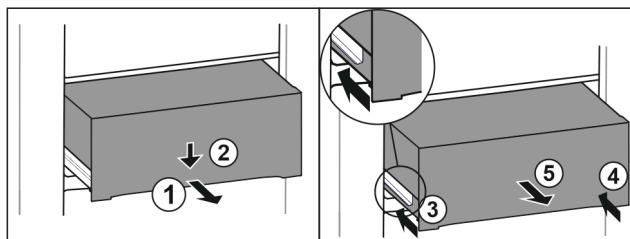

Fig. 104
- ▶ Træk skuffen halvt ud. Fig. 104 (1)
- ▶ Tryk skuffen ned på forsiden. Fig. 104 (2)
- ▶ Skub venstre skinne ca. 2 cm ind. Fig. 104 (3)
- ▶ Skub højre skinne ca. 2 cm ind. Fig. 104 (4)
- ▶ Tag skuffen ud fremefter. Fig. 104 (5)